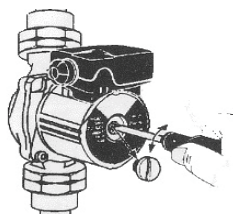

рис. 5
3. Удалите воздух из насоса ослабив заглушку, но не отвинчивая ее до конца (рис. 5)
• При продолжительном простое периодически проворачивайте вал, во избежание его блокировки: отвинтите заглушку на задней стенке насоса, с помощью плоской отвертки проверните вал мотора, затем завинтите заглушку. (рис. 5)